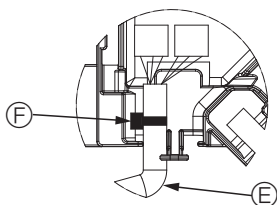

Fig. 5-11
- Con il nastro fissare il cavo del motore dei deflettori nella scatola dei connettori come illustrato nello schema. (Fig. 5-11)